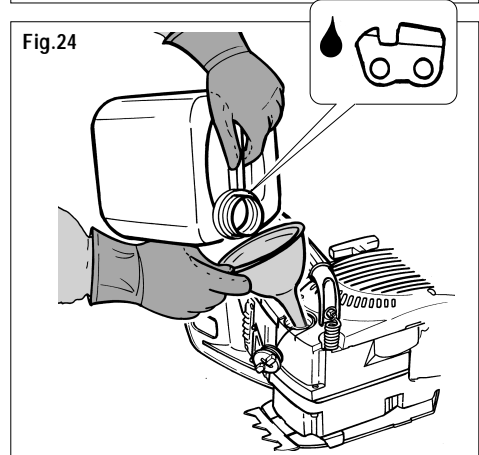

Fig.24
1) ATTENTION ! Ne remplir le réservoir de la machine qu'avec de l'huile spécifique pour la lubrification de chaînes de tronçonneuse (voir fig. 24).